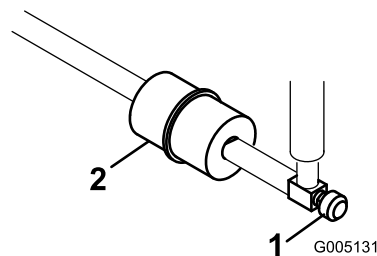

图29
管线式燃油滤清器位于油箱与化油器之间的燃油管内（图29）。
1. 关闭燃油切断油阀（图29）。
2. 将放油盘放到滤清器下方，拧松滤清器化油器侧的软管夹，然后从滤清器中取出燃油管线（图29）。
3. 松开另一个软管夹，然后取下滤清器（图29）。